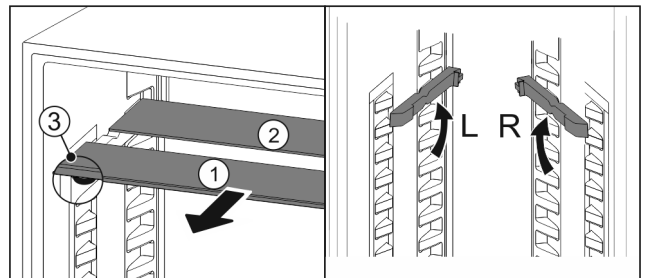

Fig. 25
- ▶ Extrageți Fig. 25 (1) pe rând plăcile de sticlă spre înainte.
- ▷ Placa de sticlă Fig. 25 (1) cu șipca decorativă se află în față.
- ▷ Opritoare Fig. 25 (3) indică în jos.